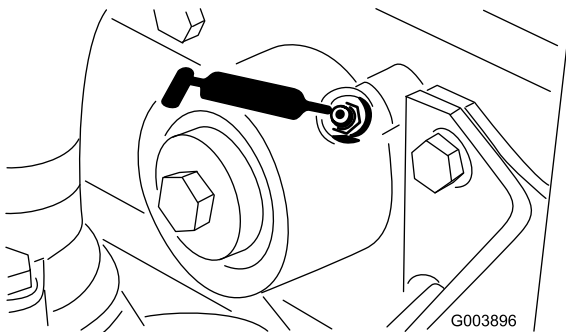

Figura 49
- 1 punto en el eje del ventilador (Figura 49).